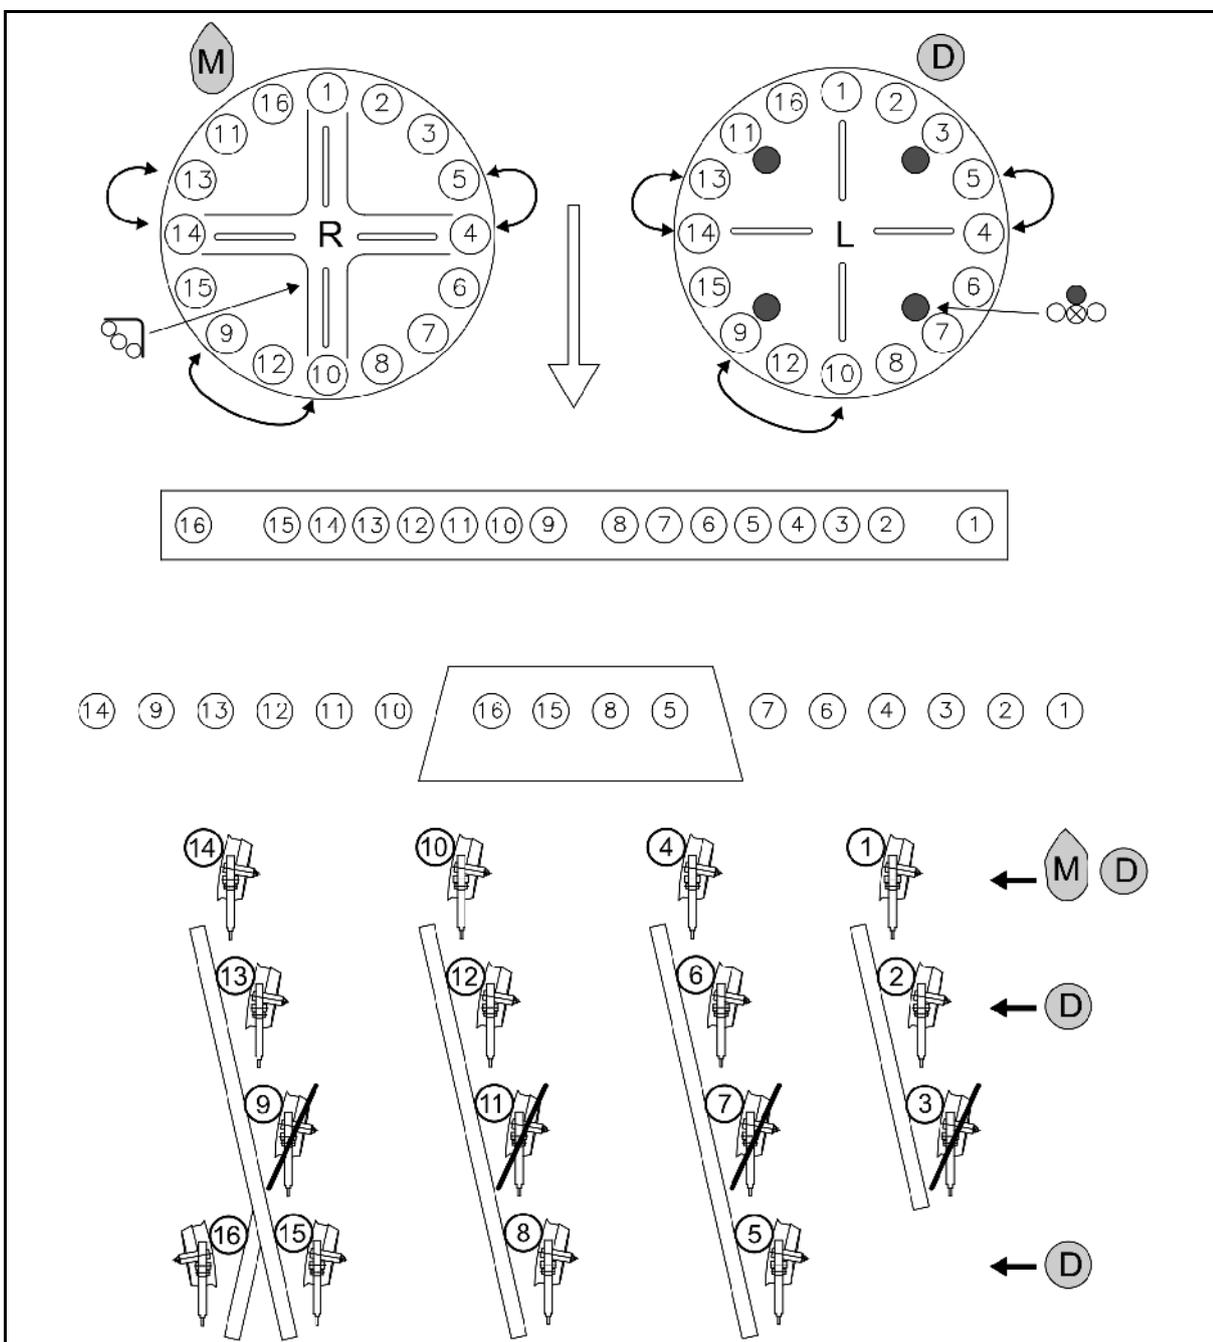

Fig. 41
- Maíz **M**: Montar las chapas de cierre correctamente Fig. 41.
- Abono **D**: Montar los tapones de cierre correctamente Fig. 41.